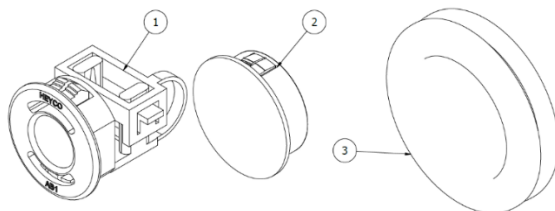

Abbildung 9 – Thermino Wärmebatterie Dichtungen und Zugentlastungen
- Entfernen Sie die entsprechenden Gummitüllen (Punkt 3 — Abbildung 9) im Außengehäuse und schneiden Sie sie mit einem Messer jeweils in der Mitte kreuzweise ein. Setzen Sie die eingeschnittenen Tüllen wieder ein. Schneiden Sie die Tüllen nicht im Gerät, da dies das VIP beschädigen kann.
- (Siehe Abbildung 9) Befestigen Sie die Kabelzugentlastungsvorrichtung (1) an der Seite, an der Sie die Ein- und Ausgänge anbringen möchten. Alle anderen Löcher im Gehäuse mit den mitgelieferten Blindtüllen (2) abdecken.